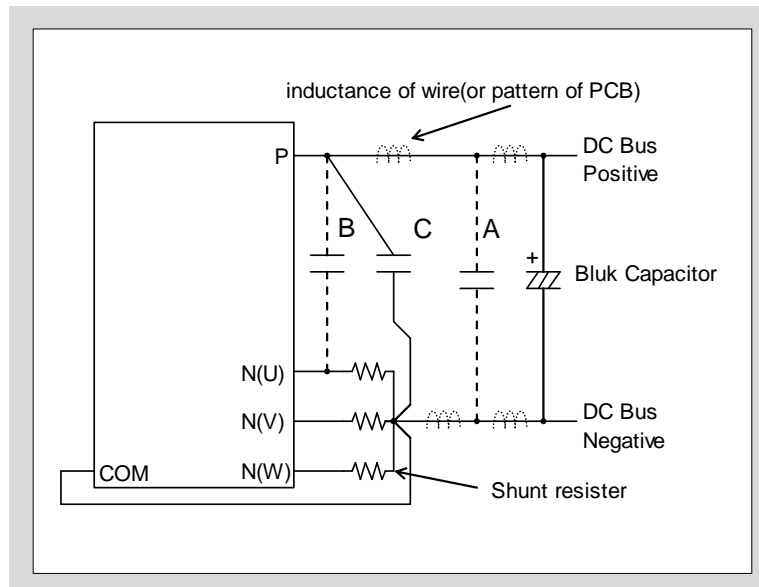

図4-1 シャント抵抗とスナバコンデンサの推奨配線
- 一般的には”C”箇所接続します。図4-1の”A”箇所接続すると、配線のインダクタンスを無視できないため、サージ電圧を効果的に抑制することができません。スナバコンデンサを”B”箇所接続すると、スナバコンデンサに流れる充放電電流はシャント抵抗にも流れます。これは、電流検出信号に影響を与えるため、過電流保護レベルが設計値よりも低くなります。”B”箇所のサージ電圧抑制効果は、”A”または”C”箇所より優れています。電流検出精度を考慮すると”C”箇所の方が優れています。